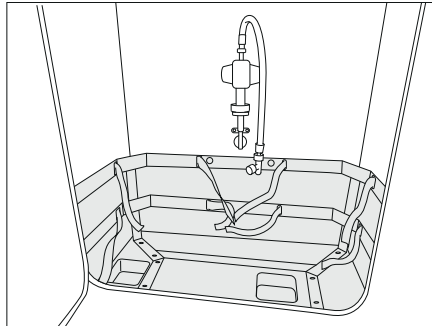
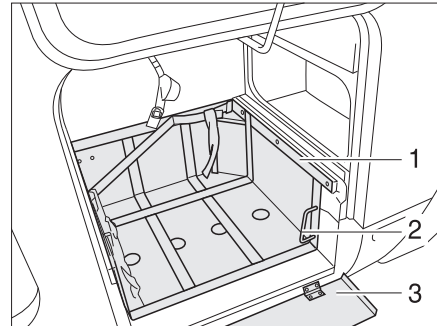

Bild 239 Gaskasten
Bild 240 Gaskasten, mit ausziehbarem Schlitten
- Wenn ein Schutzblech vorhanden ist, das Schutzblech (Bild 240,3) nach unten klappen.
- Den Schlitten (Bild 240,1) über den Griff (Bild 240,2) entriegeln.
- Schlitten (Bild 240,3) bis zum Anschlag herausziehen.
- Griff (Bild 240,2) zurückdrehen.
- Den Schlitten (Bild 240,3) über den Griff (Bild 240,2) entriegeln.
- Schlitten (Bild 240,3) bis zum Anschlag einschieben und Griff (Bild 239,2) zurückdrehen.
- Wenn ein Schutzblech vorhanden ist, das Schutzblech (Bild 240,1) nach oben klappen.